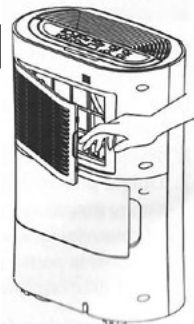

Рис. 7
3. Снимите с прибора воздухозаборную решетку (6) и картридж угольного фильтра (13) (рис. 7).